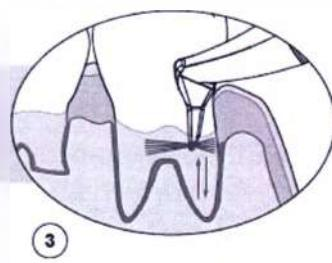

Рис.15
3. Поместите носик внутрь кармана максимум на 5 секунд для каждого участка. Не рекомендуется повторно вставлять носик в тот же участок. Осуществляйте процедуру короткими вертикальными движениями носика (рис.15).